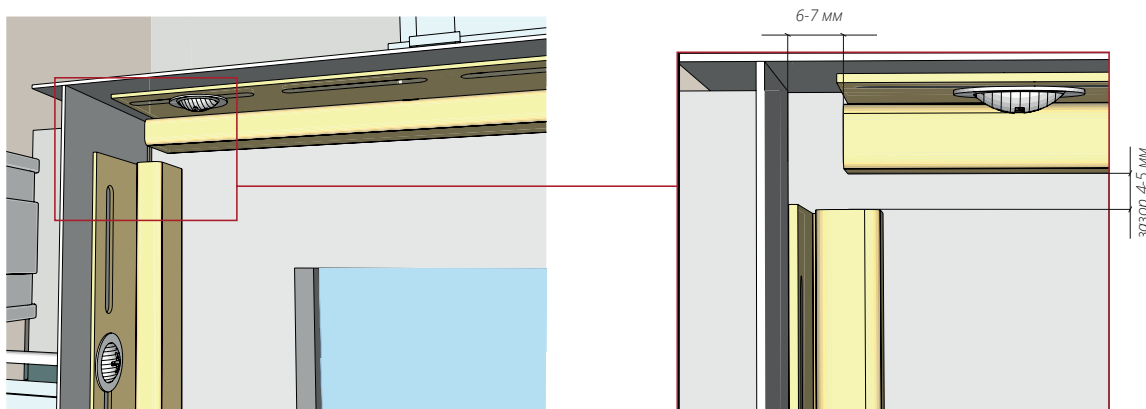
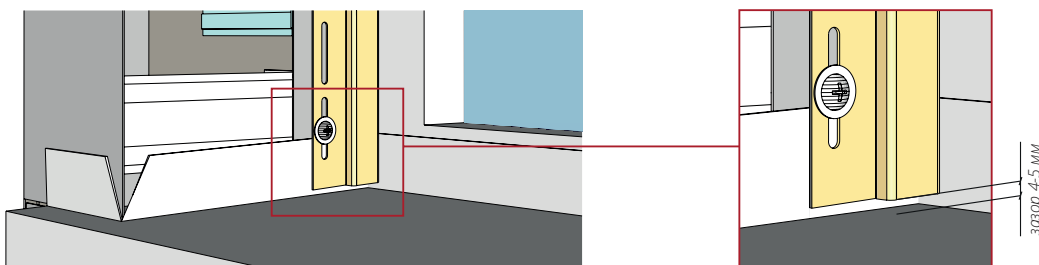

Рисунок 52
Рисунок 53
- 15.2** Согласно общим правилам монтажа, смонтируйте верхнюю горизонтальную финишную планку с зазором 6-7 мм с обеих сторон (Рис. 52). Далее смонтируйте левую и правую финишные планки вертикально с зазором в верхней и нижней части 4-5 мм (Рис. 52,53). В нижней части финишная планка должна быть подрезана параллельно отливу (Рис. 53).